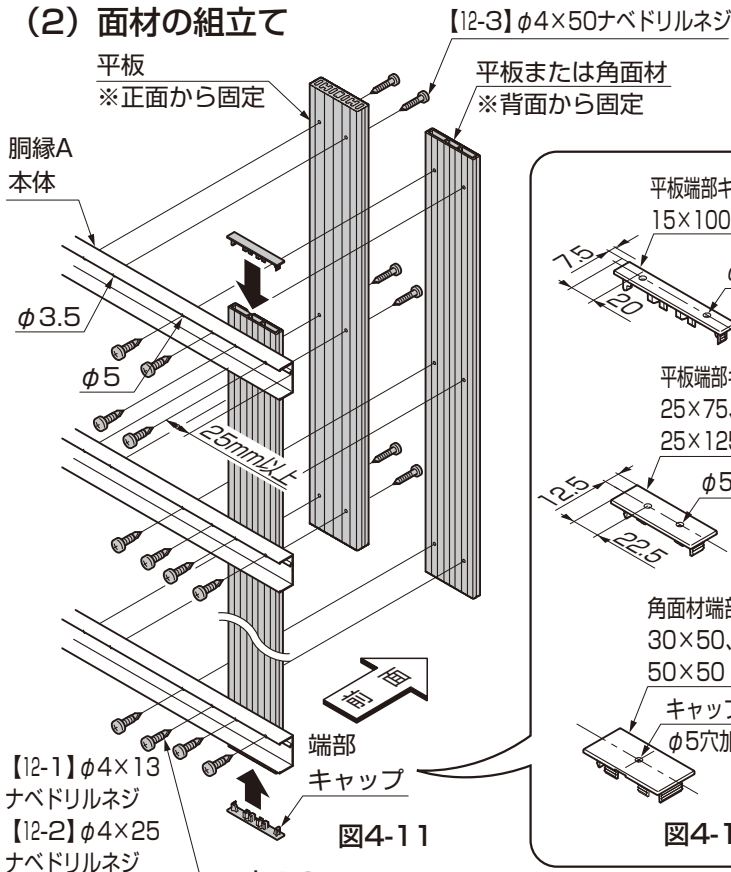

図4-11
- ①胴縁A本体へ、背面から固定の場合φ5、正面から固定の場合φ3.5の穴加工をしてください。(図4-11参照)
- ②平板・角面材を胴縁A本体へ【12-1】または【12-2】または【12-3】で取付けてください。(図4-11参照)
- ④端部キャップに接着剤を塗布し、平板・角面材1本毎の両端に取付けてください。(図4-11参照)